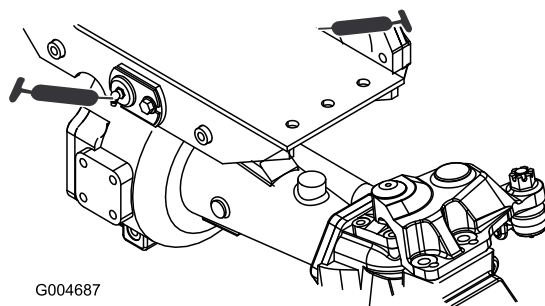

Figura 35
- Casquillos de los pivotes de los ejes delantero y trasero (2) (Figura 35).